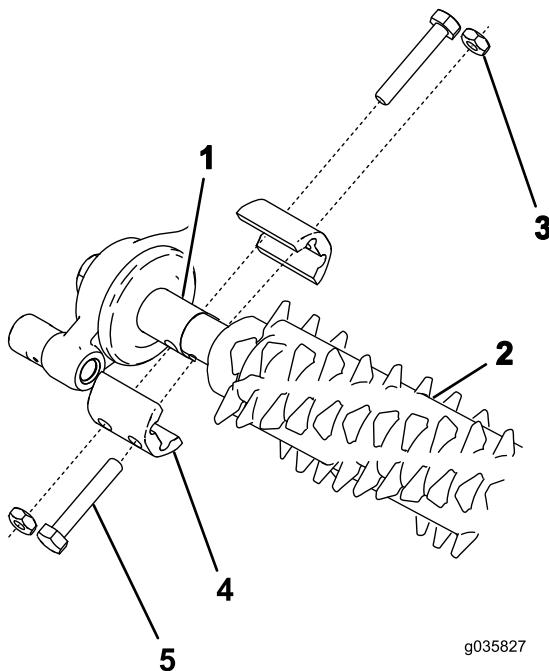

図 14
2. グルーマアセンブリを、グルーマ駆動ボックスのスタブシャフトとアイドラーセンブリとにセットする図 14。
3. 図 14 のように、グルーマをマシンに取り付けるボルト $\frac{1}{4} \times 1\frac{1}{2}$ " 4本、ジャムナット4個、シャフトクランプ4個を使用する。